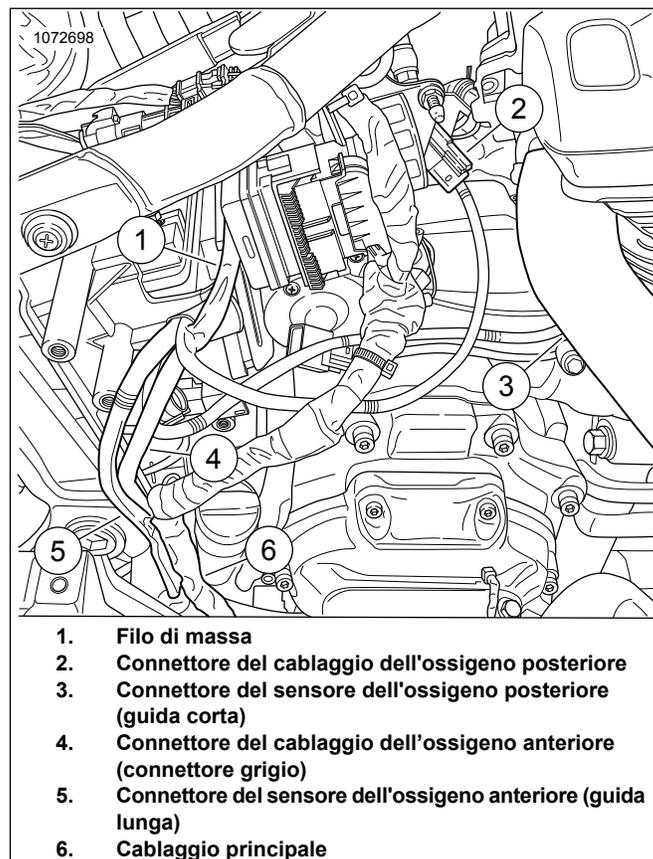
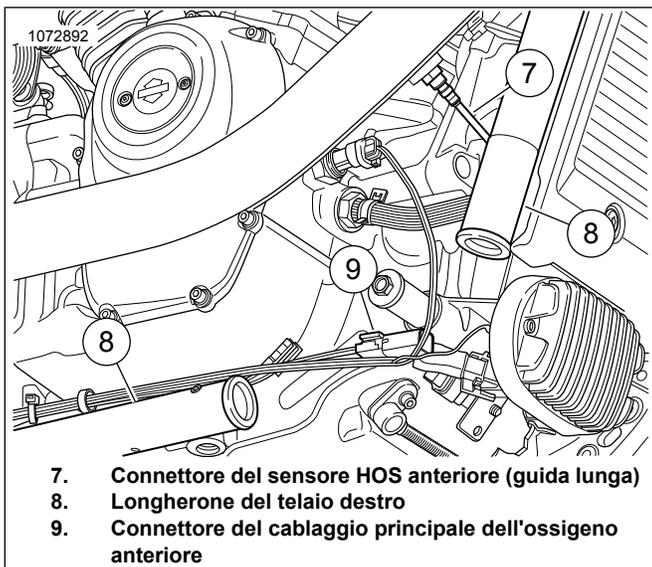

Figura 24. Disposizione del cablaggio ATM
Figura 25. Disposizione del cablaggio ATM anteriore (parti rimosse per motivi di chiarezza)
16. Vedere Figura 24 e Figura 25. Far uscire il cablaggio dell'ossigeno anteriore con il connettore grigio (4) dal vano batteria:
- individuare il cablaggio principale (6).
- Disporre il cablaggio (4) con il connettore grigio lungo il cablaggio principale verso il connettore del cablaggio principale anteriore (9).
- Fissare il cablaggio al lato interno del longherone destro del telaio (8) usando fascette fermacavi secondo necessità.
17. Instradare il connettore del cablaggio nero (2) verso il cablaggio principale. Abbinare i connettori in base al colore: nero con nero.
- Far uscire il cablaggio del connettore del sensore dell'ossigeno anteriore (5) fuori dal vano batteria.
- Far passare il cablaggio (5) lungo il cablaggio principale verso il sensore dell'ossigeno anteriore (7).